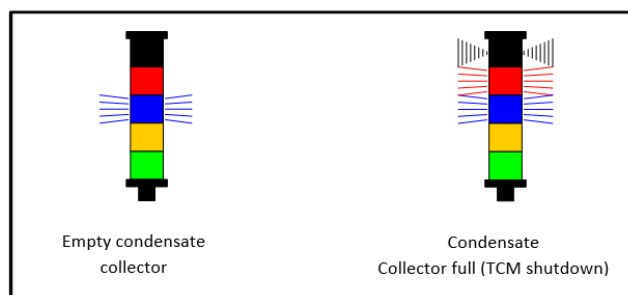

Abbildung 16
4.1.6. Während des TRE-Betriebs wird Kondensat von der Klimaanlage (ACU) produziert. Kondensat wird im Kondensatbehälter gesammelt. Die Rundumleuchte zeigt den Zustand des Kondensatbehälters an. Wird der Kondensatbehälter nicht geleert, wird die TRE automatisch abgeschaltet, um die Bildung von Kondensat zu verhindern (Abbildung 16):